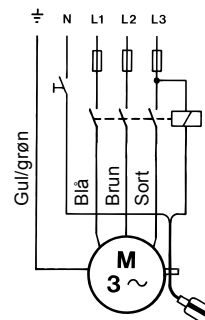

Fig. 8 Forbindelsesdiagram
**3-fasede pumper** med svømmerafbryder (Unilift KP-A) skal tilsluttes netforsyningen via en kontakttor. Se fig. 8.